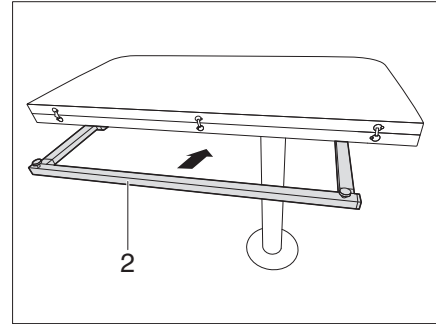

Fig. 116 Insertar la estructura inferior de la mesa plegable
- Insertar la estructura inferior de la mesa (Fig. 116,2).